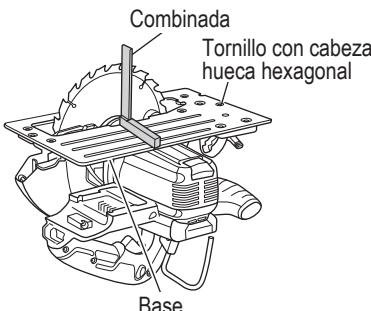

Fig. 35
6. Ajuste de la base y la hoja de sierra para mantener la perpendicularidad (Fig. 35)
- (1) Gire la base hacia arriba (Fig. 35) y afloje la palanca de inclinación.
- (2) Aplique una escuadra a la base y la cuchilla de la sierra y, girando el tornillo con cabeza hexagonal con una llave de barra hexagonal de 3 mm, desplace la posición de la base hasta conseguir el ángulo recto deseado.